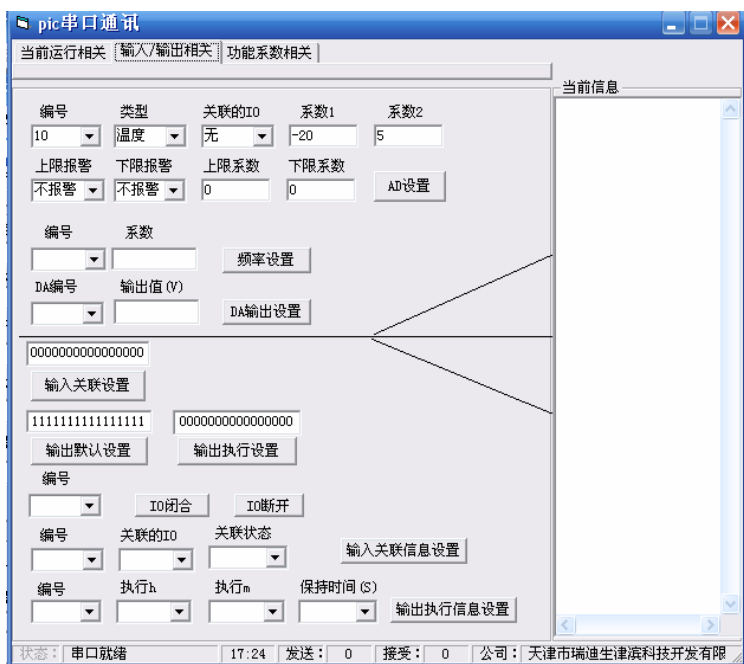
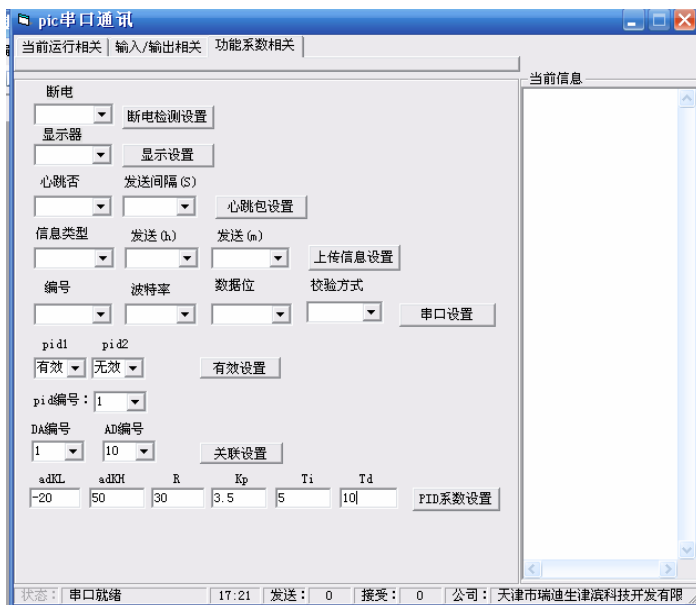

图 8
图 9
2. PID 的初始化：将控制系统正确连接后，需要对 PID 调节进行初始化时，将本设备的 COM1 口与计算机串口交叉连接，在计算机上打开随 RDY-18F 附带的上位机参数设置软件，如图 8。
PID 初始化和设置的上位机和界面如图 8 和图 9 所示。
该系统 PID 调节的初始化如图 8、图 9 所示。具体设置如下：
图 8 中 AD 设置用来设置被控对象“温度”的范围，即 4~20mA 对应的温度值。其中，“编号”为反馈输入端连接的 AD 采样的路数，如图 8 中“编号”选择“10”；“类型”即为控制对象的类型，如温度，压力，液位等，该例中类型为温度。“关联的 IO”、“上线报警”、“下限报警”、“上限系数”和“下限系数”五个参数按照图 8 设置（其他 PID 调节系统中此 5 个参数也按照图 8 进行设置）。“系数 1”“系数 2”：分别为 4mA 和 20mA 对应的值，即控制对象的量程。设置好各参数后单击“AD 设置”按钮确定。图 9 中“DA 编号”和“AD 编号”：分别指 PID 调节的输出控制端和反馈输入端，该例中分别为 DA1 和 AD10，单击“关联设置按钮”确定。“adkL”、“adkH”：分别为 4mA 和 20mA 对应的值。“R”：为控制系统的期望值；“Kp”、“Ti”和“Td”：分别为比例系数、积分时间常数、微分时间常数。设置好各参数后单击“PID 系数设置”确定。PID 调节初始化完毕。
图 9 中“pid1”和“pid2”：两个文本框分别为两个独立的闭环控制回路的使能项，“有效”即开始该回路的 PID 自动调节，“无效”即停止该控制回路的 PID 自动调节；“pid 编号”：选择当前的 PID 控制回路，该例中选择第一路即“1”。上例中“pid1”选择有效、“pid2”选择无效，“pid 编号”选择 1。单击“有效设置”按钮即开始相应有效闭环控制回路的 PID 自动调节。将该回路选择为“无效”单击“有效设置”按钮则停止该回路的 PID 自动调节。
在开始 PID 调节后，就可根据系统进行 PID 参数的调整。在调整的过程中，只需改变图 9 中的“R”、“Kp”、“Ti”和“Td”四个参数，其他参数应保持不变，单击“PID 系数设置”按钮确定修改的参数。